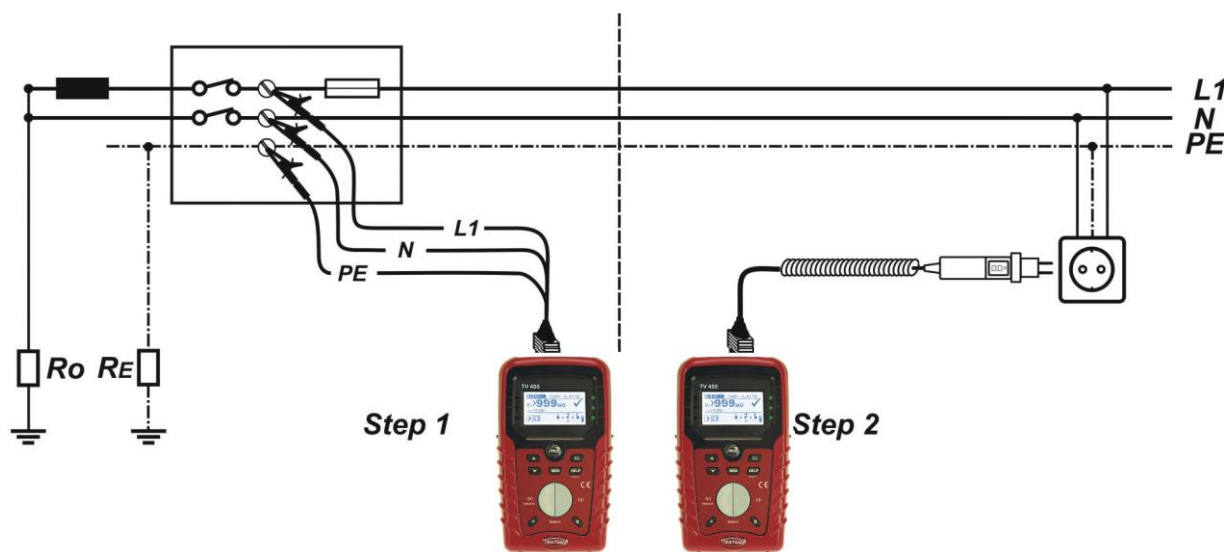

Figure 5.30: Mesure de la chute de tension phase-neutre ou phase-phase - connexion du commandant de fiche et du fil d'essai à 3 fils
- ❑ **Connecter** les fils d'essai à l'origine de l'installation électrique (voir *figure 5.30*).
- ❑ **Connectez** les fils d'essai aux points testés (voir *figure 5.30*).